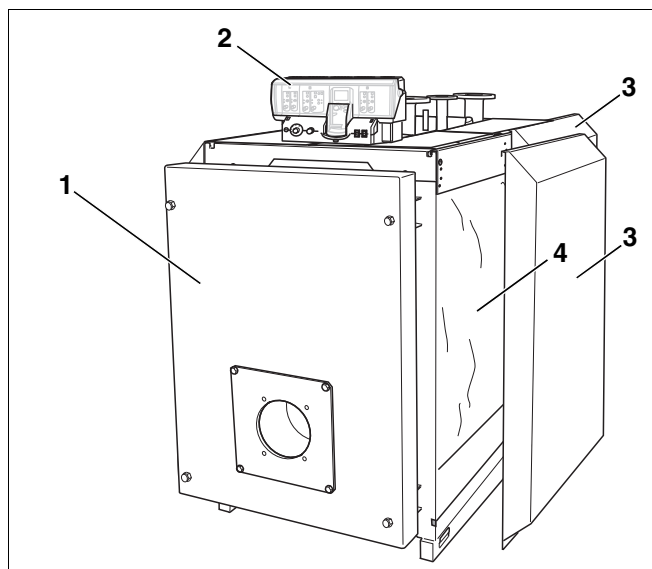

fig. 1 Caldeira de aquecimento especial a gasóleo/gás Logano S635/S735
- Bloco da caldeira (fig. 1, [1]).
- Revestimento da caldeira (revestimento, fig. 1, [3]), isolamento térmico (fig. 1, [4]).
- Aparelho de regulação (fig. 1, [2])